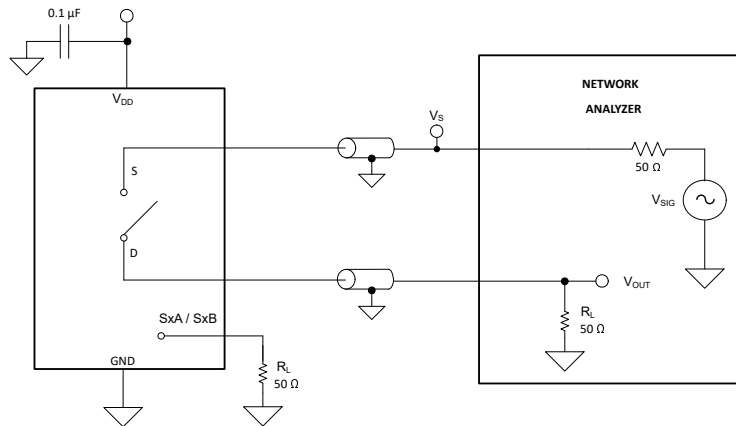

图 6-7. 关断隔离测量设置
关断隔离定义为器件的漏极引脚 (D) 处的信号与关断通道的源极引脚 (Sx) 上施加的信号之比。图 6-7 展示了用于测量关断隔离的设置和用于计算关断隔离的公式。